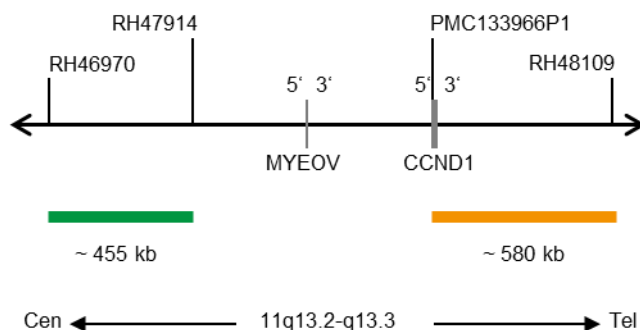

Abb. 1: SPEC CCND1 Sondenlokalisation (nicht maßstabsgetreu)
- ZyGreen (Anregung 503 nm/Emission 528 nm) markierten Polynukleotiden (~10 ng/μl), die gegen Sequenzen in 11q13.2-q13.3* (chr11:68,249,010-68,705,283) gerichtet sind, welche proximal zur CCND1-Bruchpunktregion lokalisiert sind (siehe Abb. 1).
- ZyOrange (Anregung 547 nm/Emission 572 nm) markierten Polynukleotiden (~4,5 ng/μl), die gegen Sequenzen in 11q13.3* (chr11:69,453,301-70,031,240) gerichtet sind, welche distal zur CCND1-Bruchpunktregion lokalisiert sind (siehe Abb. 1).